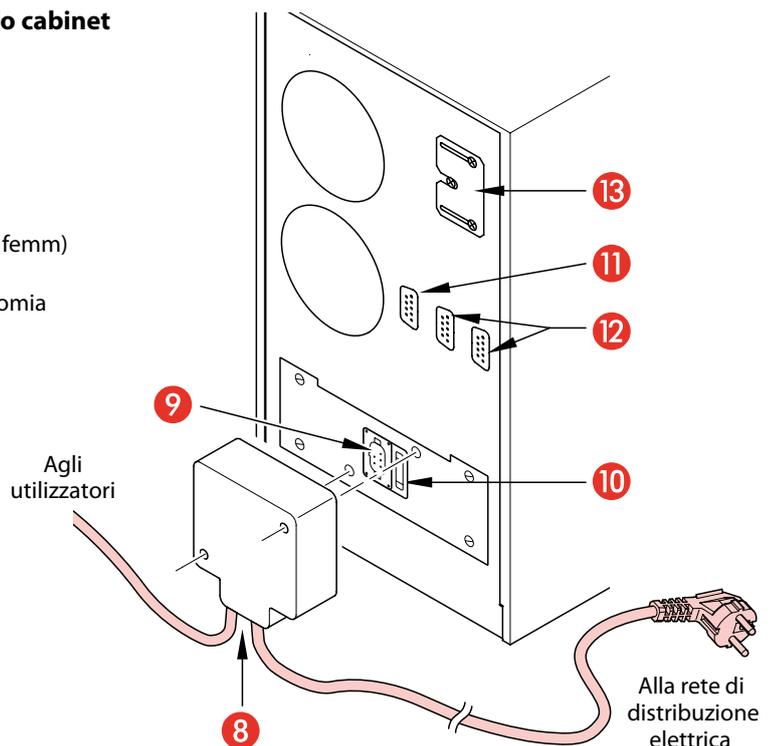

Fig.2 Connessioni Elettriche.
Singolo Cabinet (fig. 2):
4. Collegare il connettore di Ingresso-Uscita alla spina [9] presente sul retro dell'UPS, fissandolo al telaio con le apposite viti (vedi fig. 2).